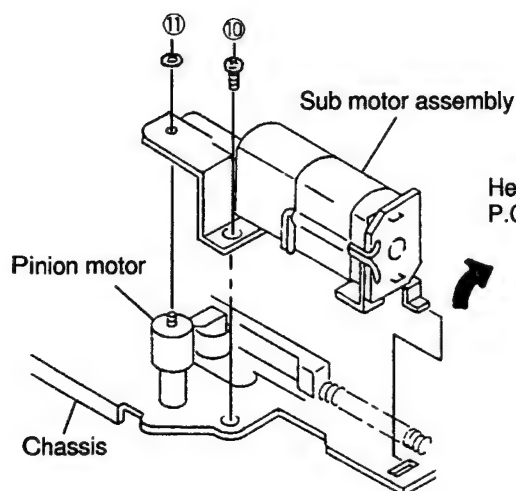

Figure 9
- ③ ルーズ半田、ショート等のないこと。
- (1) Remove M1.2 lock washer ⑪ and one screw ⑩ as shown in Figure 9.
- (2) Remove the sub motor assembly by pulling it up in the direction of the arrow as shown in Figure 9.
- (3) Mount it, following the removal steps in the reverse order.
- NOTE : ① Do not reuse the used lock washer for remounting.
- ② Take care to avoid damage by piercing and tearing.
- ③ Fasten the one screw with a fastening torque of 6kg.cm.
- (1) ロックワッシャー⑪ (M1.2) と1本のネジ⑩を外します。(図9参照)
- (2) 図中の矢印の方向へ持ち上げながらサブモーター組立を外します。(図9参照)
- (3) 取り外し方の逆の手順で取り付けます。
- [注意] ① 一度使用したロックワッシャーは組立時には使用しないで下さい。
- ② ロックワッシャー取り付け時、口開き、めくれのない様に注意すること。
- ③ ネジは6kgcmのトルクで締め付けること。